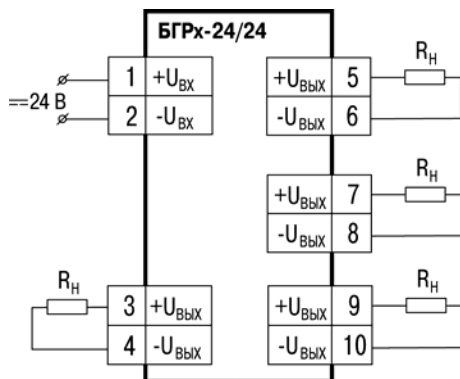

Рисунок 5.1 – Схема подключения
5.4 Монтаж блока производить в соответствии со схемой подключения (рисунок 5.1).